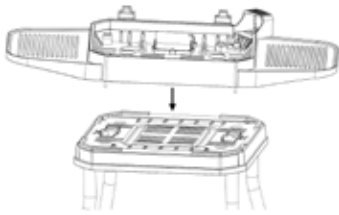

Fig. 5
8. Placez ensuite le corps du barbecue [9] sur la base du barbecue [11] et tournez les deux verrouillages sur le dessous dans le sens inverse des aiguilles d'une montre. Le corps et la base du barbecue sont désormais assemblés (Fig. 5, 6 et 7).